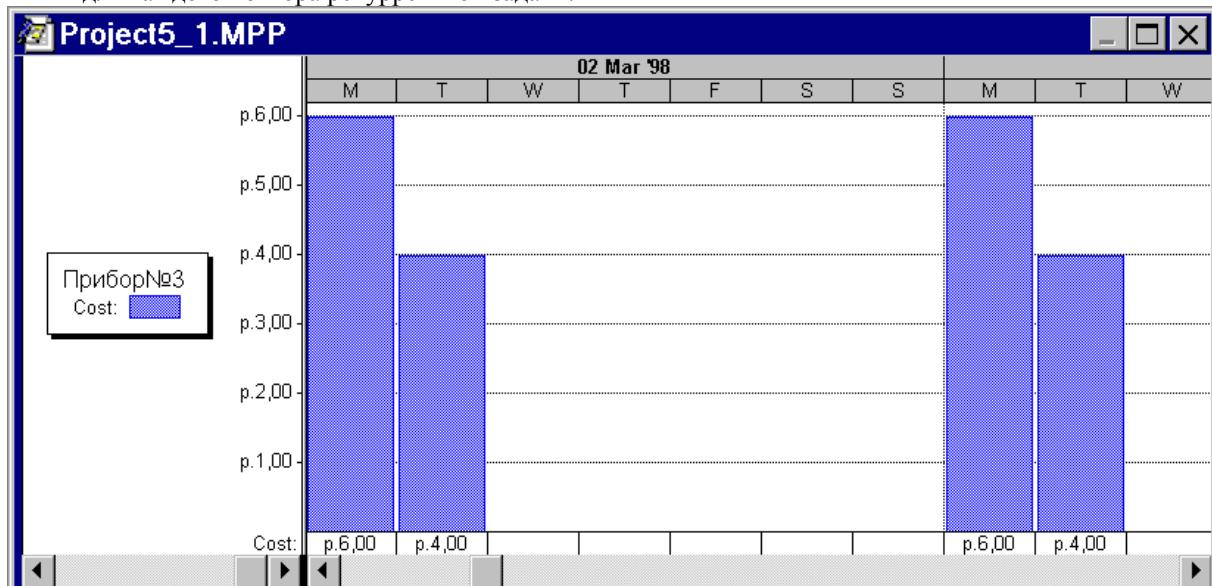

Рис.5.6.
5.5. Просмотреть **график стоимости ресурсов** («Прибор№3») для «Подзадачи №9_Рекк». Образец представлен на Рис.5.6.